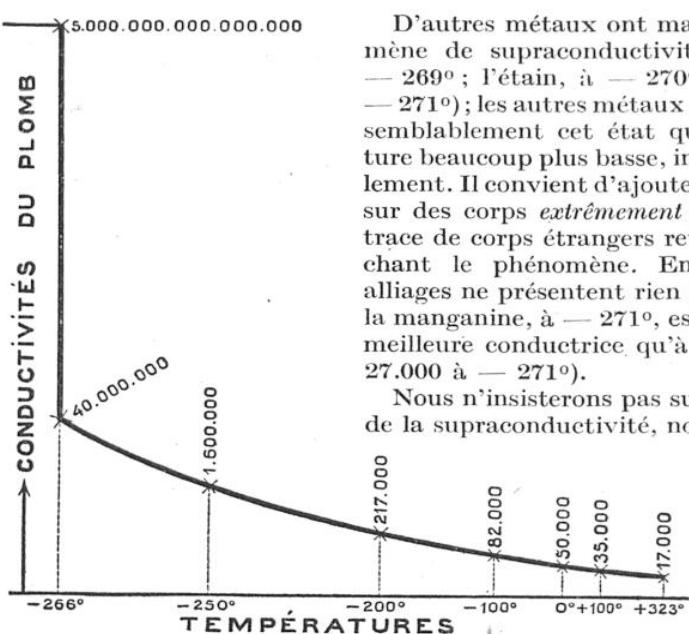

FIG. 2. — VARIATION DE LA CONDUCTIVITÉ ÉLECTRIQUE DU PLOMB ENTRE SA TEMPÉRATURE DE FUSION ($+323^{\circ}$) ET SA TEMPÉRATURE DE SUPRACONDUCTIVITÉ (-266°)
Ces différents résultats sont portés sur la figure 2, avec des échelles convenables (1) ; le graphique montre qu'aux très basses températures, le plomb devient de plus